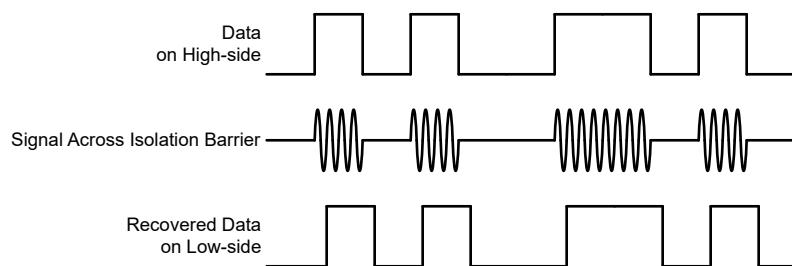

図 6-2. OOK ベースの変調方式
AMC23C10-Q1 は、 SiO_2 ベースの絶縁バリア越しにコンパレータの出力状態を送信するため、図 6-2 に示すオン / オフキーイング (OOK) 変調方式を採用しています。「機能ブロック図」に示す送信ドライバ (TX) は、デジタル 1 を表すために内部で生成された高周波キャリアを絶縁バリア越しに送信します。デジタル 0 を表す信号は送りません。